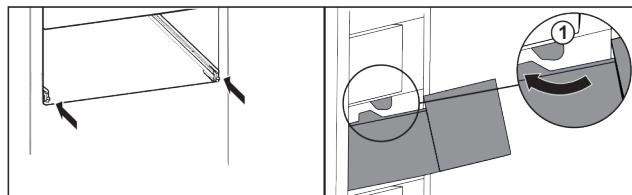

Fig. 31
- Прокарарайте чекмеджето около ограничителите Fig. 31 (1).\*